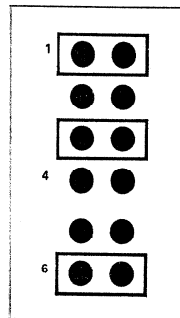

Fig. 6
1. Maschine ausgeschaltet. Pilottonverstärker-Print auf Verlängerungsprint aufstecken und die Verbindungsstecker gemäss Fig. 6 positionieren. NF-Voltmeter an Nutzkanal-Ausgang anschliessen.
1. Machine switched off. Plug pilottoneamplifier card to extender board and position the connectors as shown in fig. 6. Connect AF voltmeter to audio channel output.